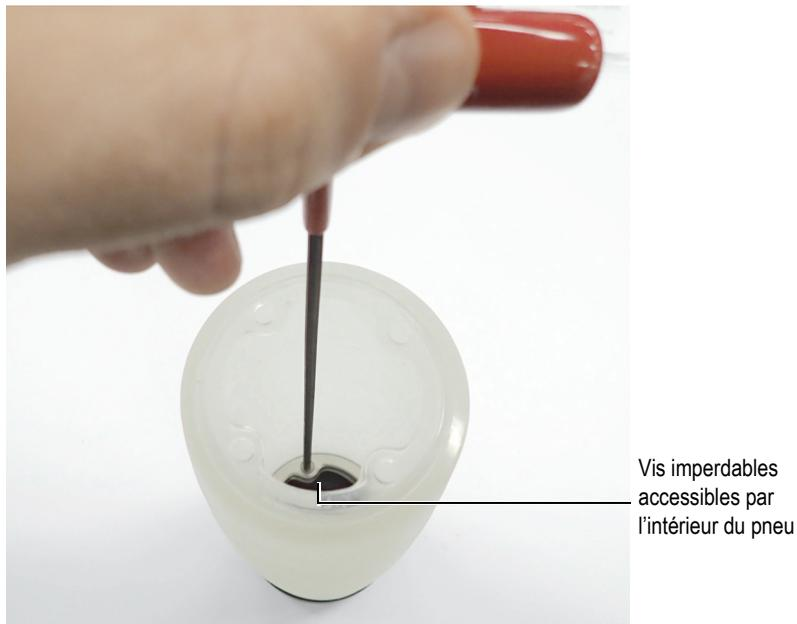

Figure 6-21 Accès par l'intérieur du réservoir aux vis imperdables du moyeu avec régulateurs de débit
3. Les quatre vis de fixation imperdables de la bague qui retiennent le moyeu avec régulateurs de débit sont accessibles par l'intérieur du pneu. Dévissez ces vis de fixation (Figure 6-21 à la page 103).